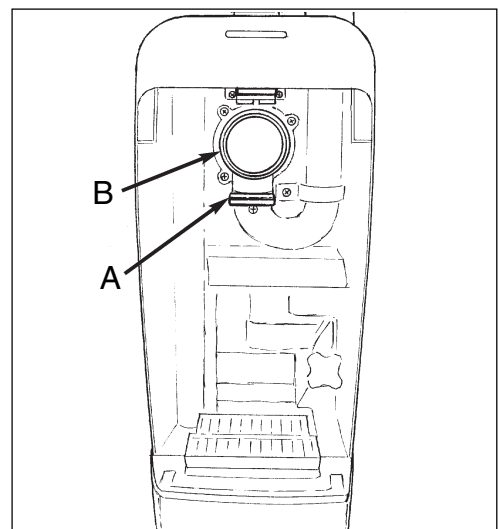

Figura 18
- c. Coloque la base de la entrada de cartón en la ranura debajo del adaptador de la bolsa (consulte la figura 18, ítem A).
- d. Coloque el orificio de la entrada de cartón sobre el adaptador de la bolsa (consulte la figura 18, ítem B).